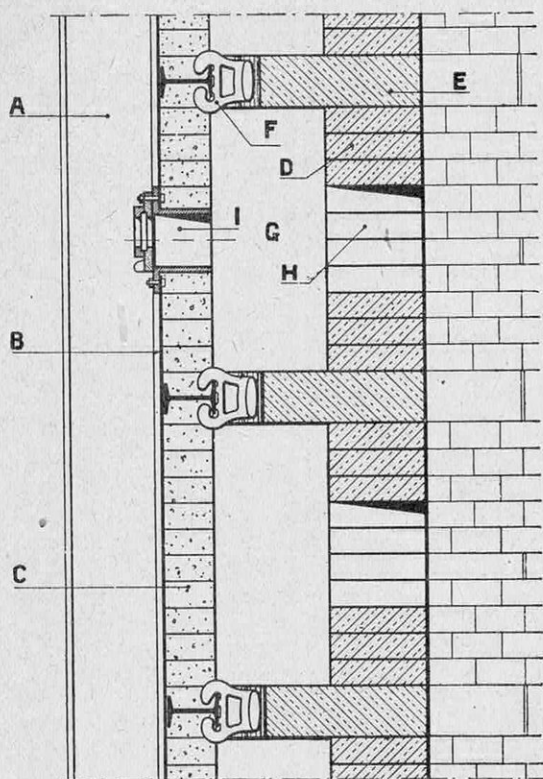

FIG. 2. — DÉTAIL DE CONSTRUCTION DU MUR CREUX
*En face, le mur avant, avec ses rangées de lumières pour l'entrée de l'air nécessaire à la combustion (voir détail fig. 2) ; en haut, la voûte du foyer, avec ses huit ouvertures d'où débouchent les brûleurs ; en bas, l'écran horizontal à tubes d'eau, pour le refroidissement des cendres.*